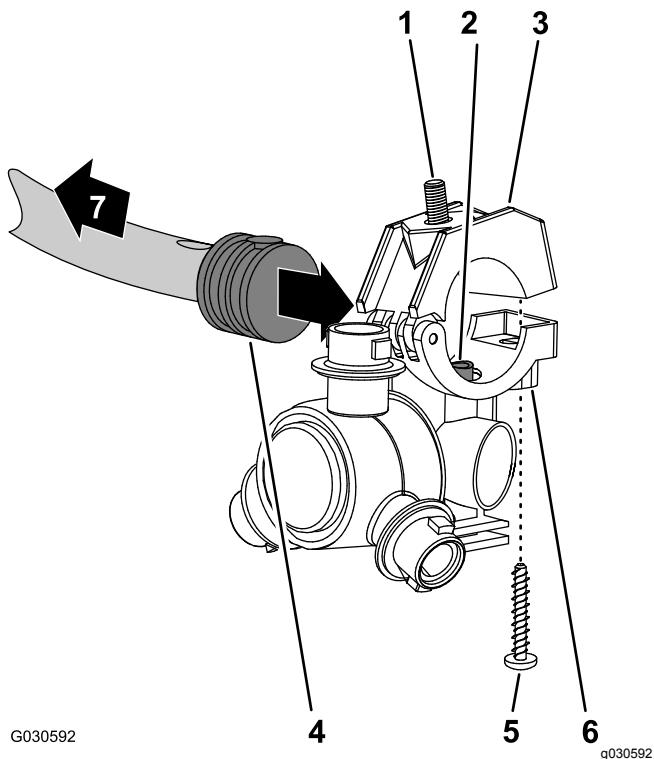

Figura 129
- Alinhe o tubo de transferência na sela de um bico do pulverizador (Figura 129) com o orifício na lateral da haste do tubo rosulado simples (13 mm).
- Feche a metade do grampo superior em torno da haste do tubo estriado e prenda a metade do grampo e o corpo do bico do pulverizador (Figura 129) com o parafuso de aço inoxidável (N.º 12 x 1-1/4 pol.); aperte o parafuso de aço inoxidável com 14 a 18 N·m.